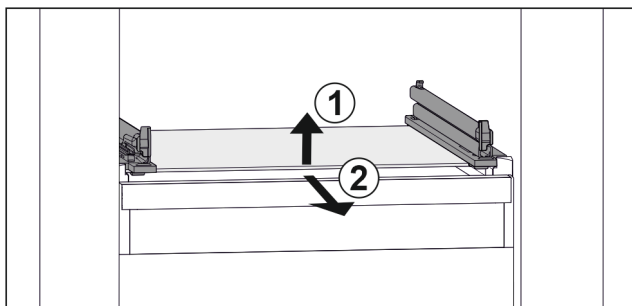

Fig. 43 Příklad znázornění skleněné desky
- Nadzvedněte skleněnou desku vpředu. Fig. 43 (1)
- Vyjměte skleněnou desku dopředu. Fig. 43 (2)